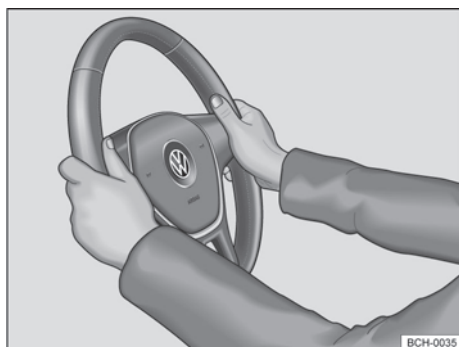

Fig. 61 En el volante: posición 9 y 3 horas.
- Ajustar la posición del volante de forma que pueda sostenerlo lateralmente por el borde exterior *en las posiciones equivalentes a las 9h y a las 3h* → fig. 61 con ambas manos y los brazos ligeramente doblados.
- Empujar la palanca ① siempre por la empuñadura con seguridad hacia arriba tras el ajuste, para bloquear la ubicación del volante.
- Mientras conduce, siempre sostenga el volante con ambas manos lateralmente en el borde exterior *en las posiciones de 9h y 3h* → fig. 61 para reducir las lesiones causadas por el despliegue del airbag frontal del conductor.